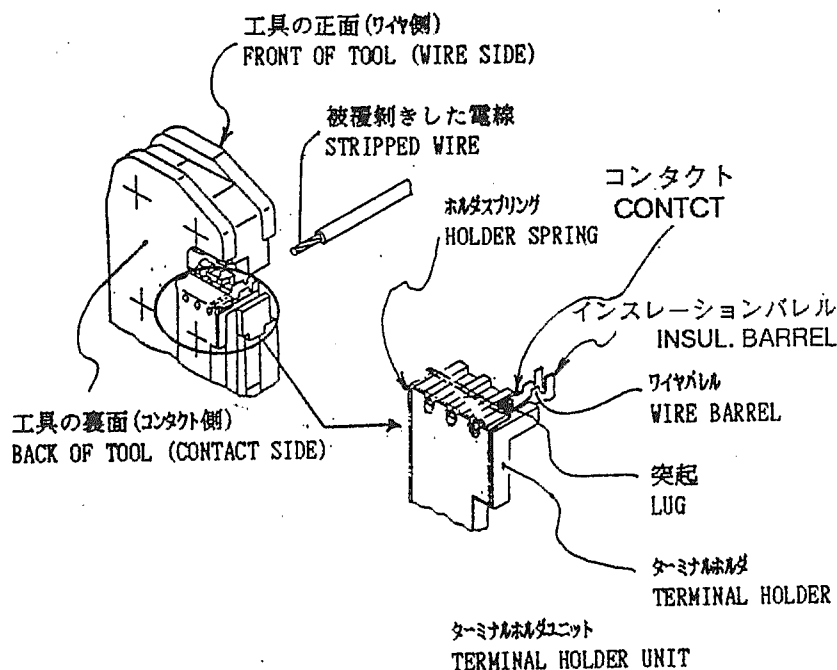
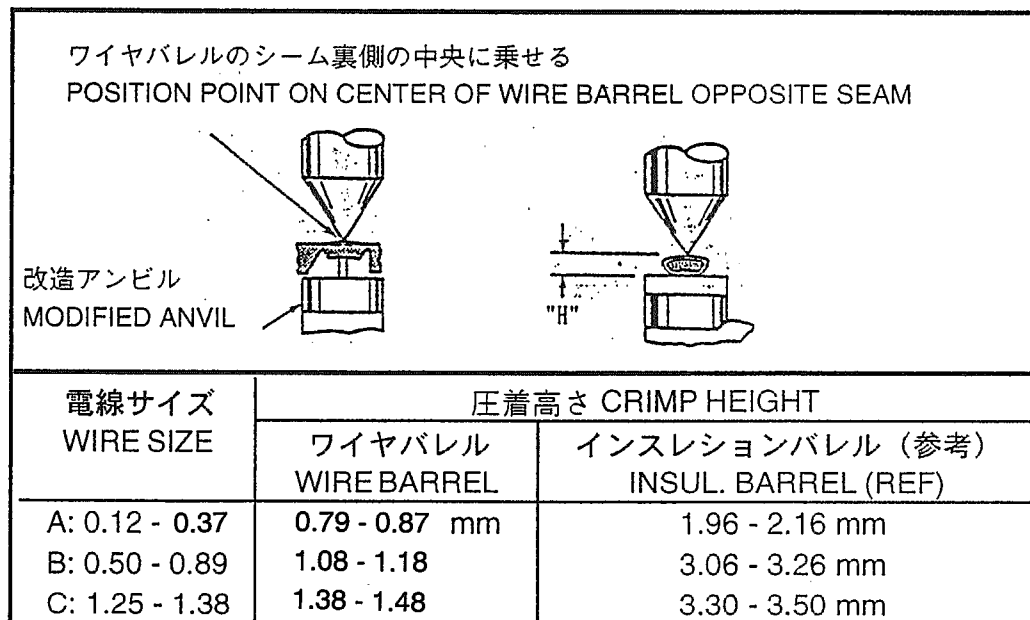

Fig. 2
Fig.5
2. 工具概説 (Fig.2 参照)
2. DESCRIPTION (See Fig. 2)
- (1) Close tool handles until ratchet releases and then allow them to open freely. If they do not open quickly and fully, the spring is defective and must be replaced.
- (2) Inspect crimping area for worn, cracked, or broken dies. If you checked the crimp height by the gage, these damages can affect the characteristics of crimping worse. Refer to Fig.5 which is shown about examples of damages
この検査を行うためにはFig.5のような検査部のマイクロメータを準備しなければなりません。クリンプマイクロハイトメータとして市販されていますのでお客様にてご購入の上使用して下さい。
- (1) Fig.2を参照して、適切な端子と圧着部の適用電線の最大のものを選んで下さい。
- (2) 3項の「圧着手順」を参照して端子を電線に圧着して下さい。
- (3) マイクロメータでFig.5に従い、圧着高さを測定して下さい。測定値の範囲であれば工具の圧着高さは正しいと考えられます。もし、測定値が表を満足しない場合は、工具を当社に返送し、評価、修理を受けて下さい。第5章の「修理及び部品交換」を参照して下さい。マイクロメータの使用方法について、当社取扱説明書「408-7424」に詳細が載っています。
This inspection required the use of a modified crimp height comparator with a modified anvil as shown in Fig.5.
- (1) Refer to Fig.2. and select a contact and a wire (maximum size) for each crimp section listed in the chart.
- (2) Refer to Section 3, CRIMPING PROCEDURE, and crimp contact accordingly.
- (3) Using a crimp height comparator, measure the wire barrel crimp height as shown in Fig. 5. If the crimp height conforms to that height, the tool is considered dimensionally correct. If not, the tool must be returned to AMP for evaluation and repair. See Section 5, REPLACEMENT AND REPAIR.